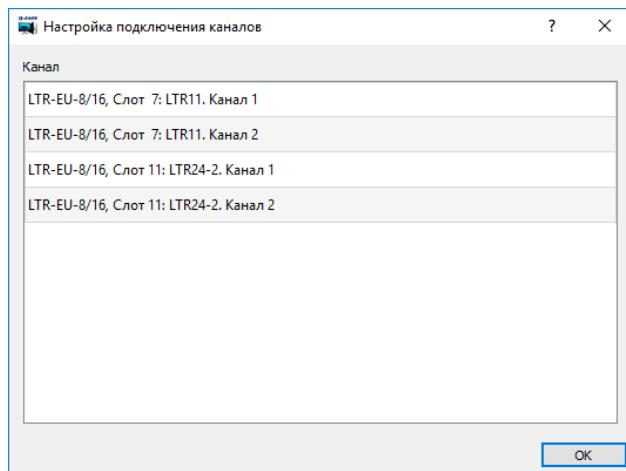

Рис. 3.46: Выбор канала
- “Выбранный канал” — используется только один канал. Для данного типа в окне его настроек (рисунок 3.46) выбирается этот канал из списка разрешенных.